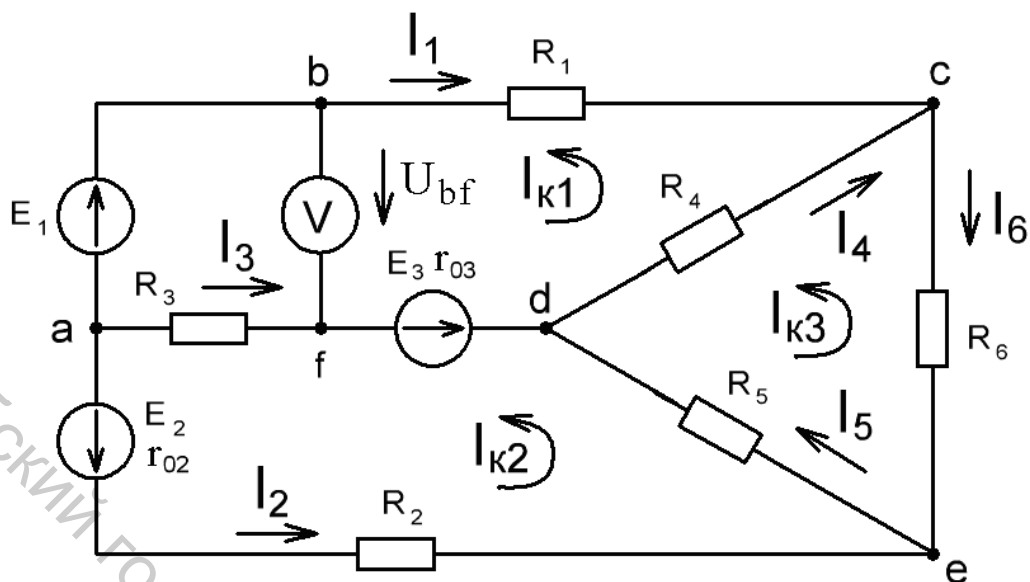

Рисунок 2.1 – Схема электрической цепи для задачи 2.1
4. Определяют показания вольтметра в схеме (рис. 2.1). По второму закону Кирхгофа
5. Составляют баланс мощности для схемы (рис. 2.1).